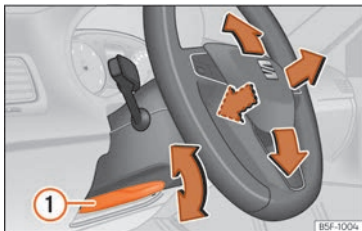

Fig. 5 Alavanca na parte inferior do lado esquerdo da coluna de direção
- Puxe a alavanca »» **Fig. 5 ①** para baixo, mova o volante até à posição desejada e volte a subir a alavanca até ao ponto de fecho.
- Após ajustar a coluna da direção, empurre firmemente a alavanca »» **Fig. 5 ①** para cima para que o volante não mude de posição acidentalmente durante a marcha.